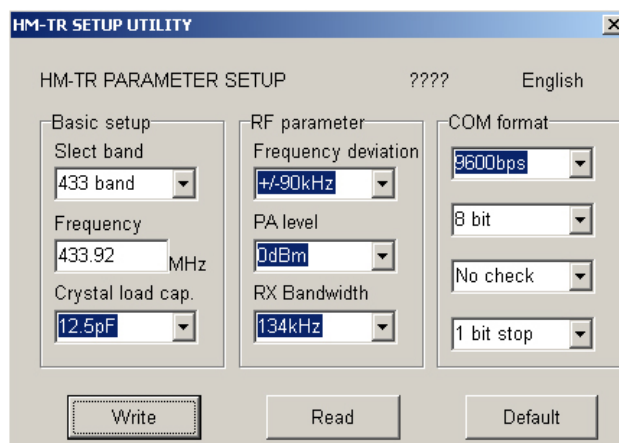

Рис. 19. Окно программы настройки радиочастотного модуля
8. В появившемся окне настроек выбрать «English». Окно программы настройки должно выглядеть так, как показано на рис. 19.